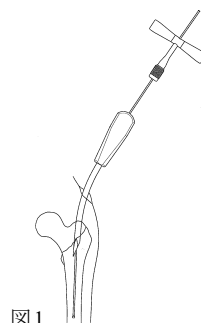

図 1
- 骨折部を整復後、中空オウルにて大転子頂部を開窓し、T 型ガイドワイヤーハンドルにて把持したガイドワイヤーを挿入します。（図 1）